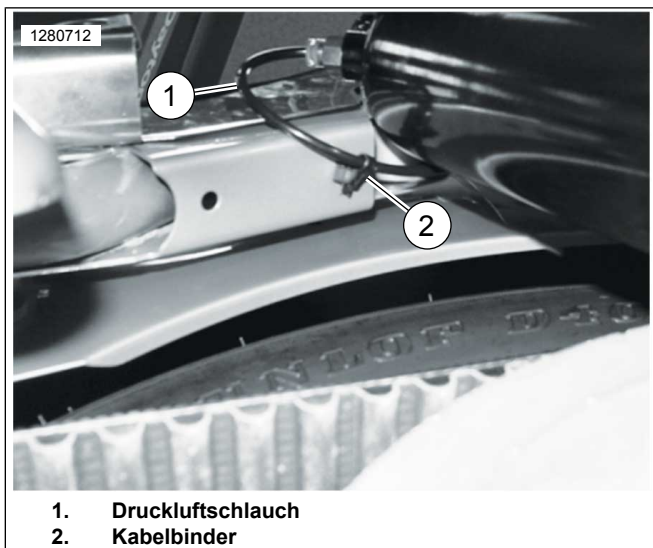

Abbildung 4. Luftschlauchverlegung für Modelle ab 2003
- Für Modelle ab 2003:** Siehe **Abbildung 4**. Den Luftschlauch (1) des linken Stoßdämpfers vom Luftventil entfernen und neu unter oberer Stoßdämpferbefestigung verlegen. Kabelbinder (2) verwenden, um Luftschlauch wie abgebildet zu verankern und zu verhindern, dass er geknickt oder gequetscht wird. Luftschlauch wieder am Luftventil anbringen und Luftventil im mit „F“ markierten Loch an der Halterung der linken Seite anbringen.